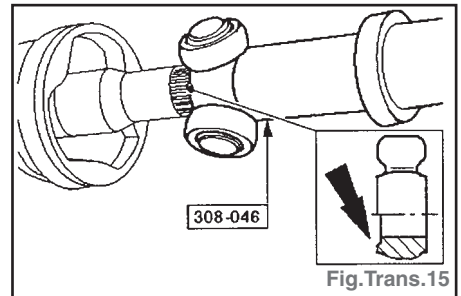

Fig. Trans. 15
- Poser le croisillon à l'aide de l'outil spécial (Fig. Trans. 15).